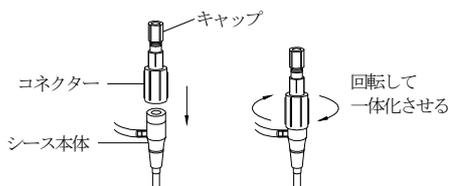

図4
1. 血管内に留置しているシースに、本品のコネクター部を時計方向に回して締め込み、シース本体と一体化させる。〔図4参照〕。